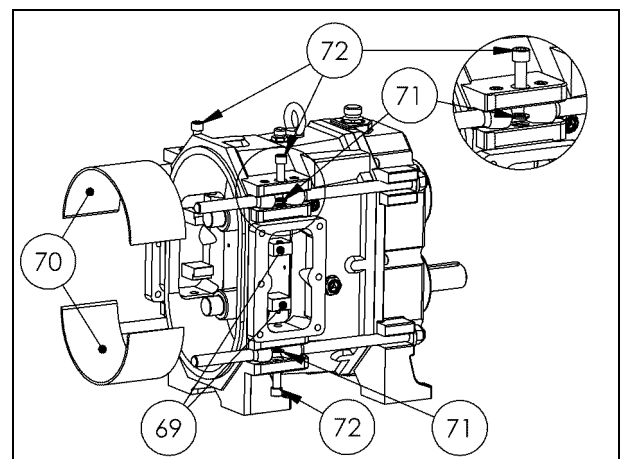

Fig. 16-3-2. Smontaggio piastre radiali
1. Svitare le 4 viti TCEI (P.72 Fig. 16-3-2). ATT: lo svitamento potrebbe richiedere sforzo visto che le viti sono state avvitate con Loctite frenafilletti 270;
2. Rimuovere i 4 fermo piastra (P. 69 Fig. 16-3-2);
3. Sfilare dal corpo pompa (P. 1 Fig. 16-3-2) le 2 piastre radiali (P. 70 Fig. 16-3-2).